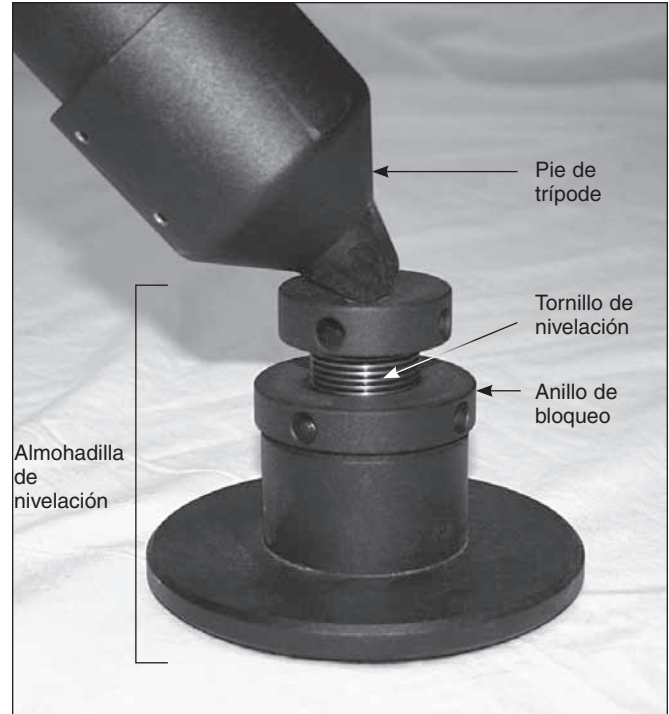

Figura 7. Las almohadillas de nivelación colocadas debajo de las patas del trípode ayudan a nivelar la montura.
6. Si el suelo está desnivelado, utilice las almohadillas de nivelación debajo de las patas del trípode. Coloque una almohadilla de nivelación debajo de cada pata del trípode levantando una pata cada vez y deslizando una almohadilla de nivelación debajo de ella. Coloque la punta de la pata en la depresión central de la almohadilla (**figura 7**).
8. Para extender el tornillo de nivelación, gírelo en sentido contrario a las agujas del reloj. Apriete los anillos de bloqueo de las tres almohadillas de nivelación una vez que el trípode esté nivelado (**figura 7**).
1. Al ajustar el tornillo de nivelación de la almohadilla de nivelación, subirá o bajará la pata del trípode. Ajuste uno o varios tornillos de nivelación hasta que la burbuja quede centrada en el círculo del nivel de burbuja. Los pequeños agujeros del lateral del tornillo de nivelación y el anillo de bloqueo permiten utilizar una "herramienta" pequeña, como el eje de un destornillador de estrella o una llave Allen, para que le ayude a girarlos, si es necesario (**figura 7**).